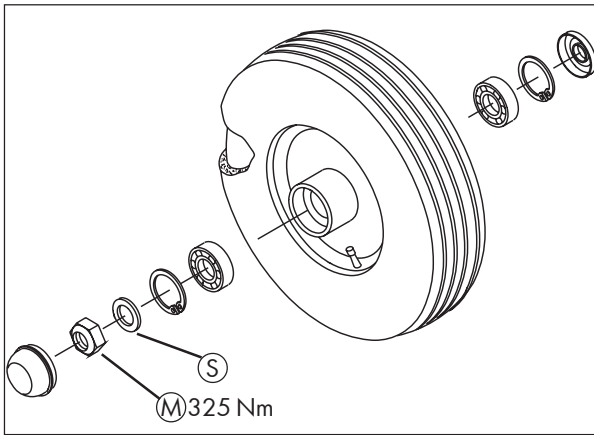

Fig. 3-2
Monter les roues du châssis principal sur les fusées d'essieu. Visser ensuite la roue avec la rondelle (S) \varnothing 21 mm et l'écrou (M) M20 sur la fusée d'essieu et frapper le chapeau du moyeu sur la jante (fig. 3-2). Utiliser le contenu du sac D pour ces travaux.